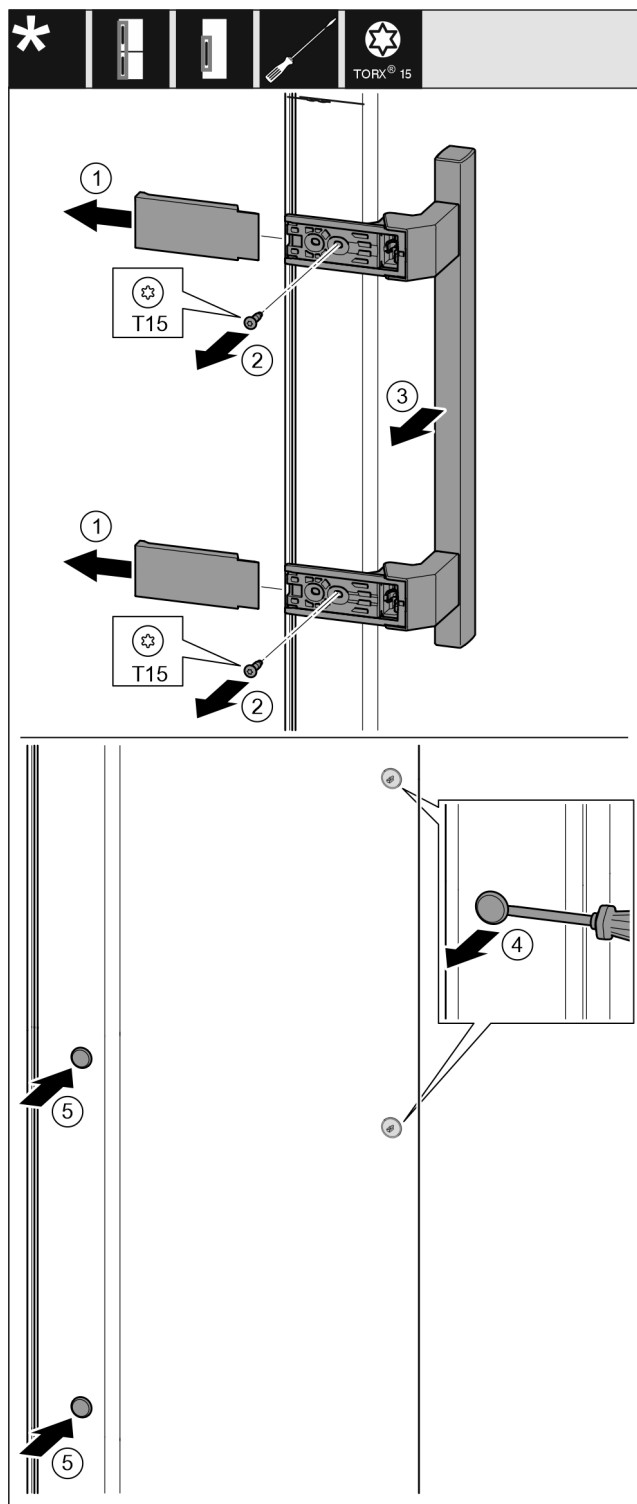

Fig. 20
- ▶ Retirar la cubierta. Fig. 20 (1)
- ▶ Desenroscar los tornillos con el destornillador T15. Fig. 20 (2)
- ▶ Quitar el tirador. Fig. 20 (3)
- ▶ Levantar cuidadosamente los tapones laterales con un destornillador para tornillos de cabeza ranurada y extraerlos. Fig. 20 (4)
- ▶ Volver a colocar los tapones en el otro lado. Fig. 20 (5)